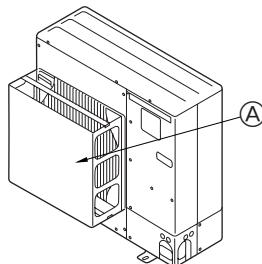

Fig. 2-4
- ② Ünite, tyfun ve başka nedenlerden oluşan güçlü rüzgârların doğrudan hava çıkışına girebileceği bir yere monte edilmişse, isteğe bağlı olarak sağlanan bir hava kılavuzu monte edin. (Fig. 2-4)